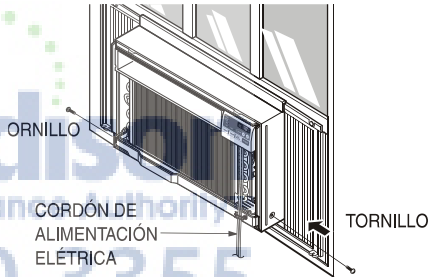

Fig. 7
7. Deslice el chasis dentro del gabinete. (Ver Fig.7)